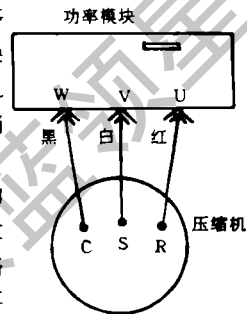

图1 压缩机正常接线
检修:开机观察室内机、室外风机、压缩机均能够正常启动运转,10分钟后,摸压缩机外壳,贮液器非常烫手(约超过120℃),压缩机因工作温度过高而停机保护,测低压为1 MPa(太高)。维修人员说,原故障是功率模块损坏,更换功率模块后,就出现了上述故障,又认为缺氟,就加了一点氟,加氟后仍不能正常工作。根据上述情况,排出一部分氟后,低压降至0.9 MPa,开机后,低压仍为0.9 MPa,压缩机有“嗡嗡”声,因前维修者更换过功率模块,特仔细检查功率模块的连线,发现压缩机的白线、红线插错位置了(正常时如图1所示,故障时黑线①接W、白线②接U、红线③接V)。把白线、红线重新颠倒过来后,机器恢复正常工作,低压降至0.6 MPa,制冷正常,压缩机不再烫手。